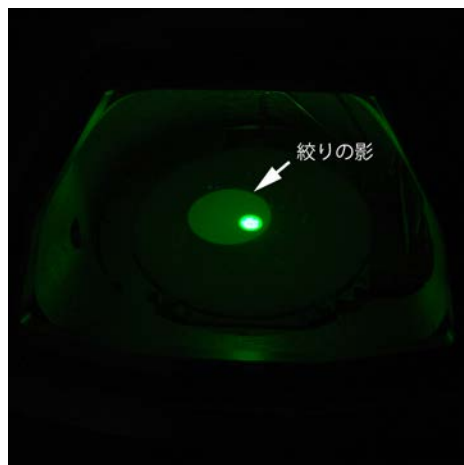

図 11 絞りの影を鮮明にする。
10. 操作盤 R の IOS/DIFF FOCUS つまみをまわして絞りの影（図 11）が最も鮮明になるようにする¹⁷。